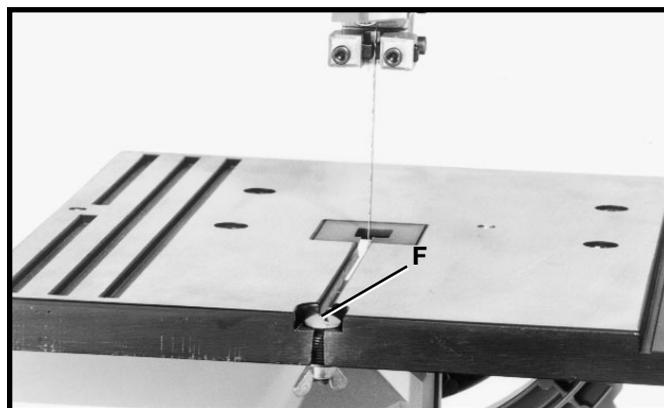

Fig. 36
5. Enlevez la vis d'alignement (F) fig. 36.